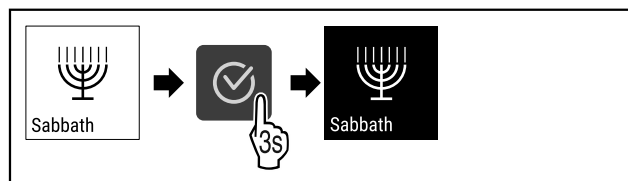

Fig. 35
- ▶ Wykonać czynności (patrz Fig. 35).